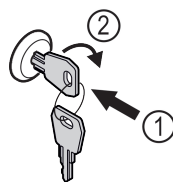

Fig. 146 Immagine a titolo di esempio
- Inserire la chiave Fig. 146 (1).
- Ruotare la chiave di 90° in senso orario Fig. 146 (2).